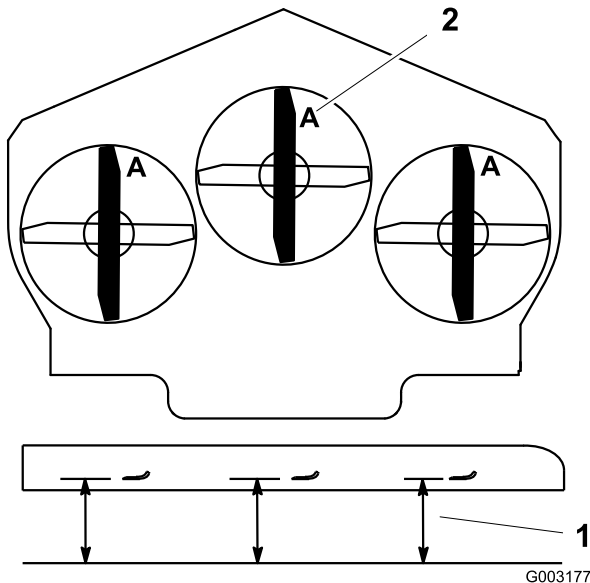

Figura 72
- Girate le lame fino a disporle in parallelo con la lunghezza della macchina (Figura 72). Misurate da un piano orizzontale fino al tagliente delle lame, posizione **A**, (Figura 72). Prendete nota di questa misura.